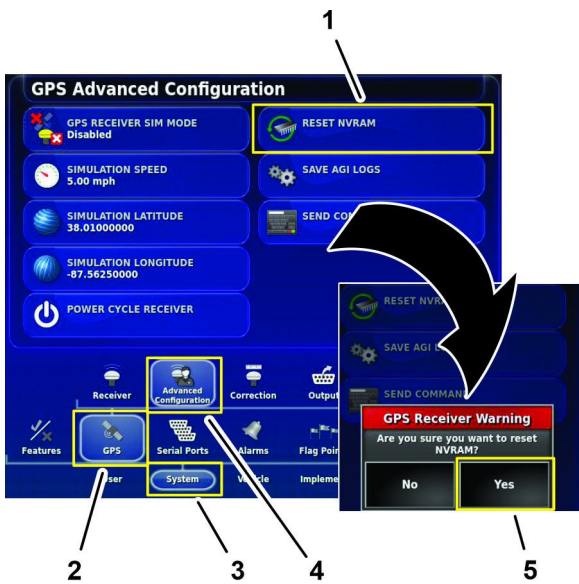

Figure 250
2. Dans la fenêtre de configuration avancée du GPS, appuyez sur l'icône RÉINITIALISER RAM NV (Figure 250).
3. Dans la boîte de dialogue Avertissement récepteur GPS, appuyez sur l'icône OUI (Figure 250).